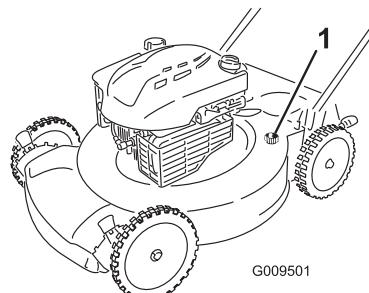

Figure 31
- Branchez un tuyau d'arrosage, relié à une arrivée d'eau, au raccord de lavage du carter de la machine (Figure 31).